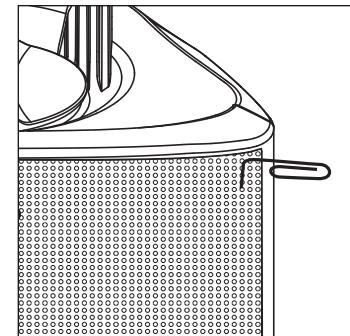

FIGURA 5: Quite la rejilla con un clip.
1. Separe las piezas del altavoz: Quite los soportes y las perillas de soporte. Quite cuidadosamente la rejilla enganchándola con un clip dobrado y jalándola con cuidado para separarla de la caja [figura 5].